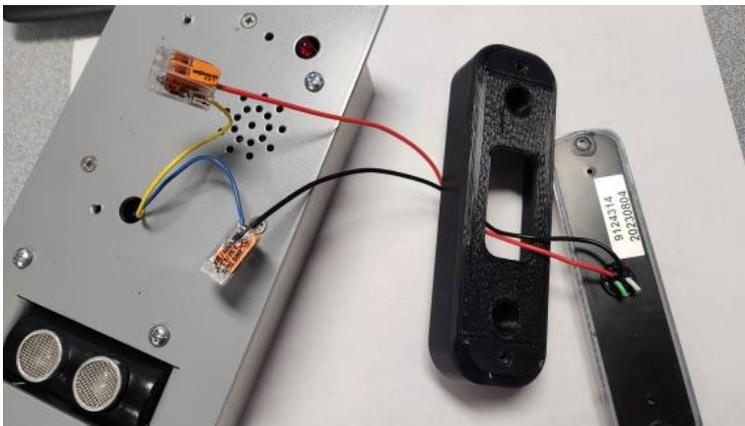

Figure 8: Tous les fils correctement connectés à l'aide de 2 connecteurs d'épissure de fil
9. Soulevez les deux leviers sur 2 connecteurs d'épissure puis insérez le fil rouge dans une fente de connecteur et le fil jaune dans l'autre fente. Poussez les deux leviers vers le bas pour fixer les fils. Répétez l'étape précédente pour les fils noir et bleu. Figures 8 and 9.